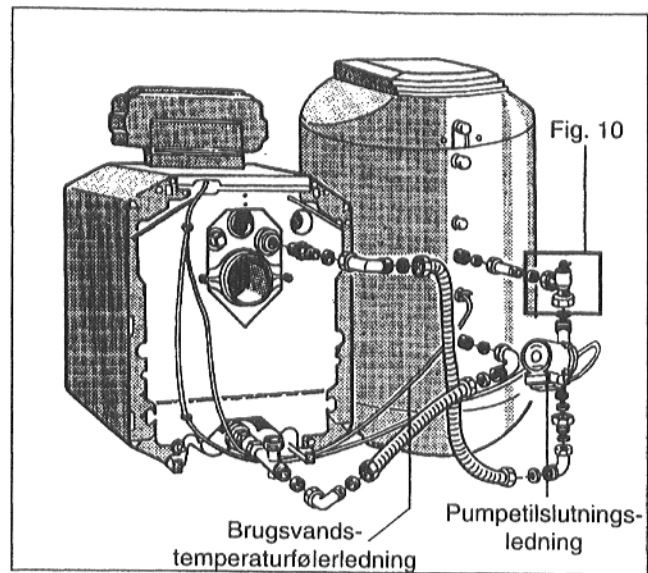

Fig. 9
- Brugsvandstemperaturfølerledning og pumpetilslutningsledning udlægges omhyggeligt (montagevejledning for kedel hhv. for brugsvandsopvarmningsbeholder; Fig. 9).
- Kedlen fyldes langsomt via påfyldnings- og tømningshanen (Fig. 9).